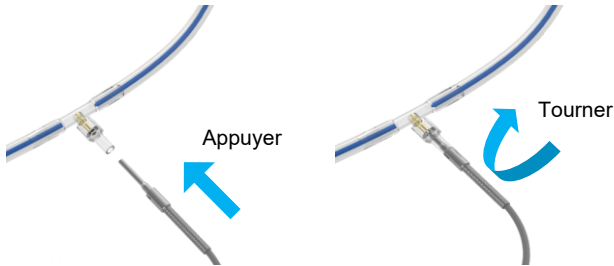

Figure 16 Raccordement du capteur de température au kit de perfusion
- Branchez le capteur T2 VP bleu sur la ligne de perfusion VP, Figure 16 ; il est situé à la sortie du réservoir pour le foie.